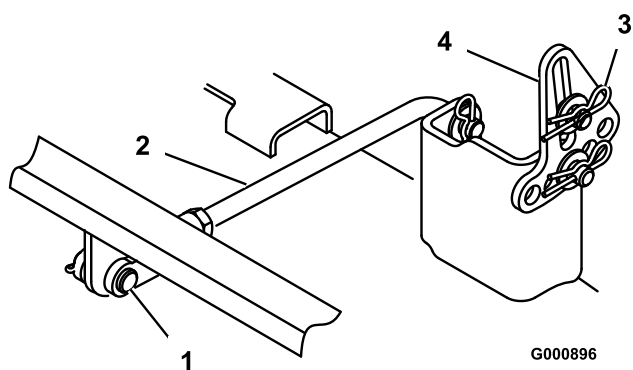

Figure 48
6. Retirez la goupille fendue et l'axe de chape de la tige du tourillon arrière (Figure 48) de chaque côté du plateau de coupe.
7. Retirez la goupille fendue et la rondelle des pattes de mise à niveau (Figure 48) de chaque côté du plateau de coupe. Notez le trou de montage de la patte de mise à niveau en prévision de la repose. Dégagez les pattes de l'axe de montage
- Fixez le tourillon arrière à la machine à l'aide de l'axe de chape et de la goupille fendue (Figure 48) de chaque côté du plateau de coupe.
- Glissez les pattes de mise à niveau sur les axes de montage et fixez-les à l'aide des rondelles et des goupilles fendues (Figure 48).